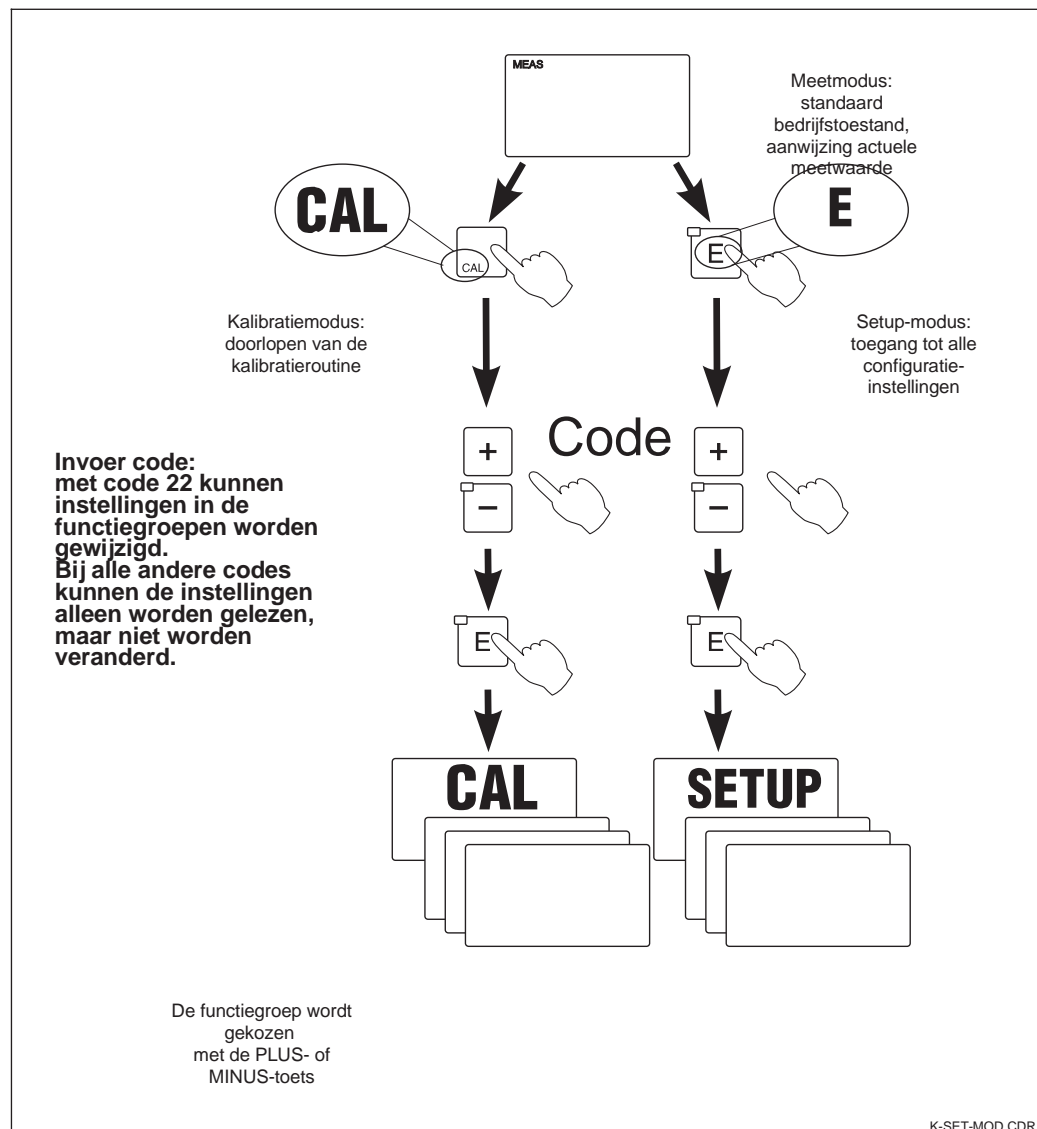

Fig. 4.3 Beschrijving van de mogelijke bedrijfsstanden
Alle toegangscode van het instrument zijn vast ingesteld en kunnen niet worden gewijzigd. Bij het opvragen van de toegangscode wordt onderscheid gemaakt tussen drie verschillende codes (zie fig. 4.3):
- Code willekeurig: toegang in de leesmodus, d.w.z. alle instellingen kunnen worden uitgelezen maar niet worden gewijzigd. (toegang met ENTER/CAL, zie fig. 4.3).
- Code 22: toegang tot kalibratie en -offset menu (toegang met CAL, zie fig. 4.3).
- Code 22: toegang tot de menu's voor de parametrisering, die een configuratie en gebruikersspecifieke instelling mogelijk maken (toegang met ENTER, zie fig. 4.3).